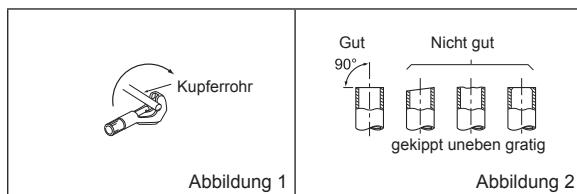

Abbildung 1
- 1) Schneiden Sie das Kupferrohr sachgemäß mit einem Rohrschneider ab. (Abbildung 1, 2)